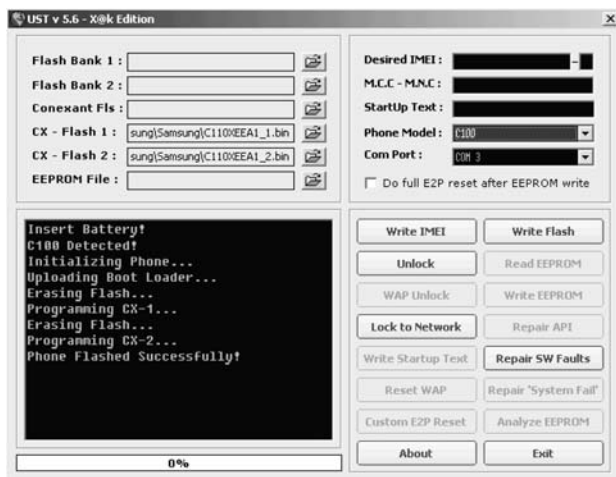

Рис. 1.81. Перепрограммирование телефона с помощью Universal Samsung Tools
5. Если процесс перепрограммирования не начался автоматически, после появления в информационном окне программы UST надписи «Insert Battery!» нажимают и удерживают кнопку включения телефона до начала процесса стирания Flash-памяти телефона, при этом светодиод телефона загорится красным цветом, а в информационном окне UST будет выведено первое сообщение «Erasing Flash» (рис. 1.81). Дальнейшее вмешательство пользователя в процесс перепрограммирования не требуется.